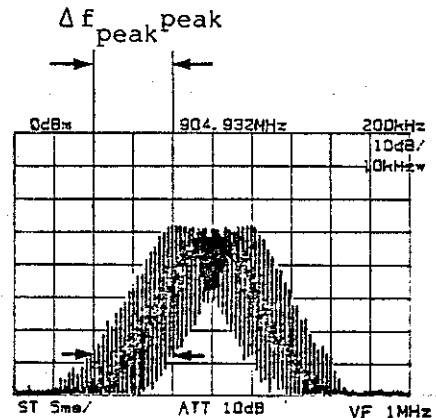
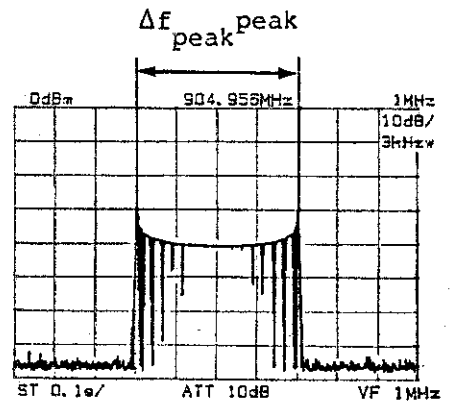

図 5-16 Δf_{peak} が小さい場合の波形
図 5-17 Δf_{peak} が大きい場合の波形
- ② 中心周波数を搬送波周波数に設定します。
- ③ 周波数スパンをピーク偏移に合わせて測定しやすい値に設定します。
- ④ 分解能帯域幅を主要側波帯を包含する値 (変調周波数の 5 倍以上) に設定します
- ⑤ [図 5-16] に Δf_{peak} が小さい場合を、[図 5-17] に Δf_{peak} が大きい場合を示します。波形から $\Delta f_{\text{peak peak}}$ を測定して下さい。
- [図 5-16] : Δf_{peak} が小さい場合
● [図 5-17] : Δf_{peak} が大きい場合